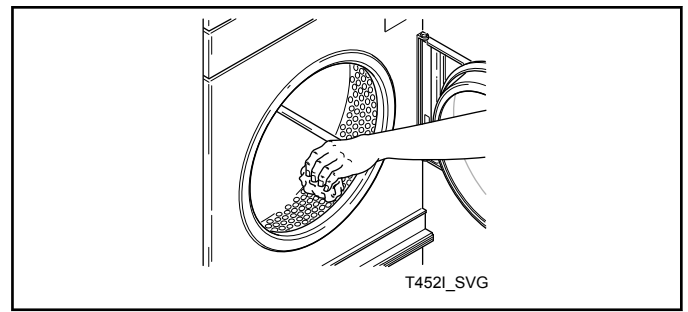

图 13
10. 使用多功能清洁剂或水溶液将内胆内部擦拭干净。参见图 13。